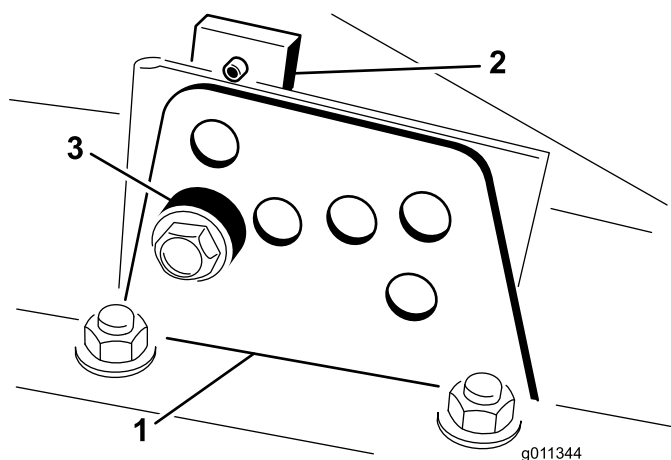

図 3
2. 各刈り高ブラケットを刈り高プレート（前と右と左）に固定しているボルトをゆるめる（図 3）。